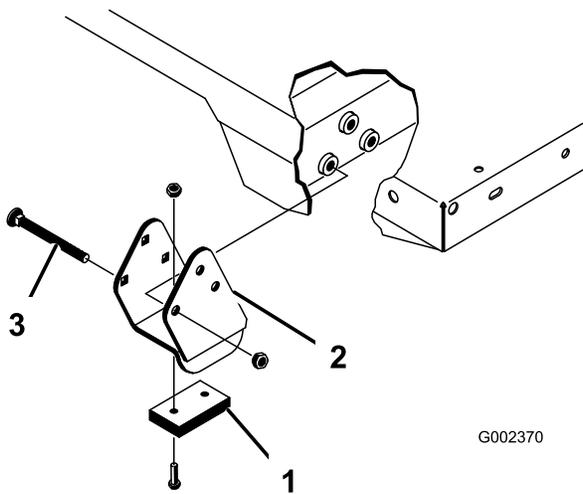

Рисунок 36
Примечание: Убедитесь в том, что распорный кронштейн и износная колодка (Рисунок 36) установлены на свои места. Головки каретных болтов должны находиться внутри машины.
2. Аккуратно установите кузов на раму автомобиля, совместив отверстия в задней шарнирной плите кузова с отверстиями в заднем швеллере рамы, и установите 2 штифта с отверстиями под шплинт и шплинты (Рисунок 36).
3. На опущенном кузове закрепите конец каждого штока гидроцилиндра в соответствующих пазах в монтажных плитах кузова с помощью штифта с отверстиями под шплинт и шплинта. Вставьте штифт с отверстиями под шплинт с наружной стороны кузова, при этом шплинт должен находиться снаружи (Рисунок 36). Задние пазы служат для монтажа полноразмерного кузова, а передние пазы - для монтажа кузова размером 2/3.